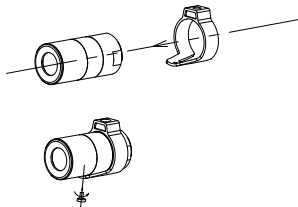

Figura 2-15 Conectați bucla unității focale fixe
4. Conectați bucla unității focale fixe cu bucla consolei și strângeți-o cu șurubul furnizat. Așa cum este prezentat în Figura 2-15.